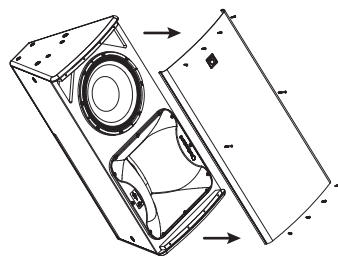

Fig. 1
2. Verwijder de 10 posi-drive schroeven die het rooster op zijn plaats houden en leg het rooster opzij (fig 1).
14. Plaats het rooster terug (fig 1) en controleer de kast voor gebruik.